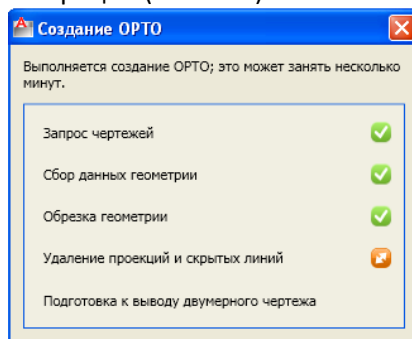

Рис. 125
- Укажите точку вставки вида на форматке и дождитесь окончания процесса генерации (Рис. 125).